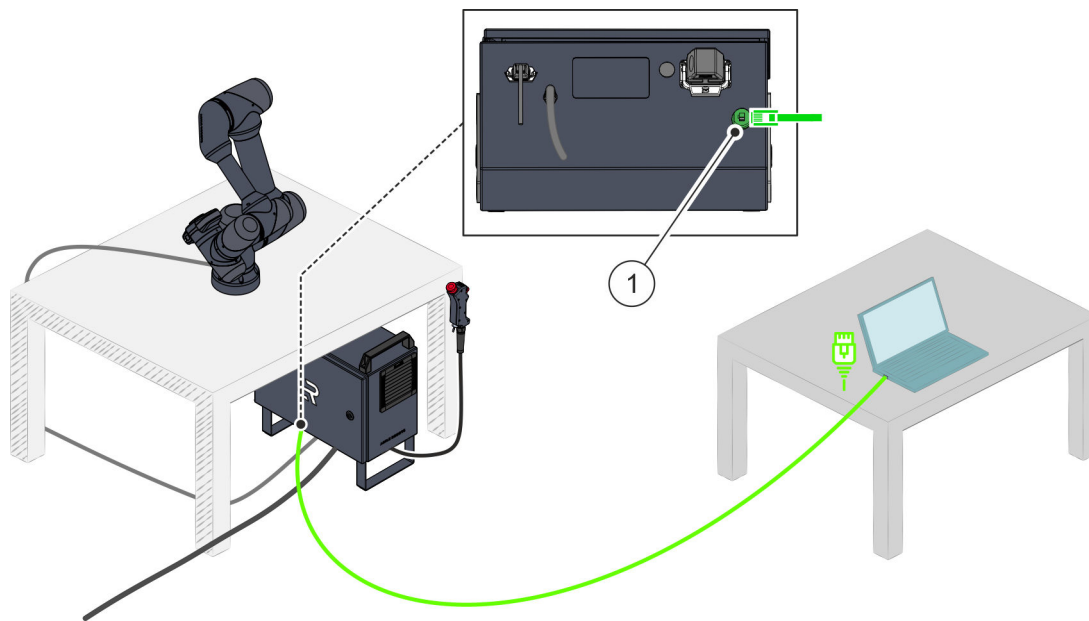

Abb. 56 Laptop verbinden
In Abb. 56 ist das Verbinden des Laptops exemplarisch dargestellt.
Ethernet-Kabel mit dem einen Ende an den Netzwerkanschluss des Laptops anschließen Abb. 56.
Das andere Ende des Ethernet-Kabels in die zugehörige Anschlussbuchse an der Unterseite der Robotersteuerung stecken Abb. 56 / ①.